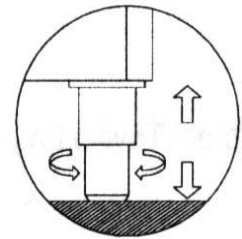

Ilustración 2 - regulación de las patas
- Situar la máquina utilizando un nivel regulando las patas de la base metálica (en los modelos dotados de patas regulables) (Ilustración 2)